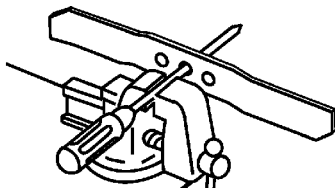

Bild 26
1. Kontrollieren Sie die Wucht des Messers, indem Sie das mittlere Loch im Messer über einen Nagel oder einen Schraubenzieherschaft hängen, den Sie horizontal in einen Schraubstock einklemmen (Bild 26).